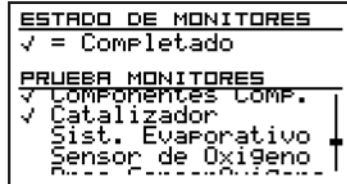

Fig.35
3. Con los botones de desplazamiento hacia Arriba/Abajo podrá ver la lista de monitores disponibles en su vehículo (Fig.35).